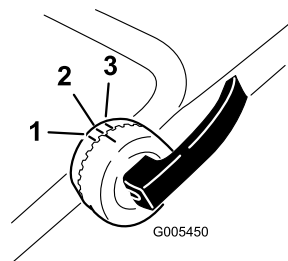

Рисунок 4
2. Разблокируйте замки верхней рукоятки, поверните верхнюю рукоятку вверх и заблокируйте ее в удобном для вас положении (Рисунок 4).
Примечание: Верхнюю рукоятку можно установить в одно из 3-х положений. Совместите метку с одной из 3-х меток на внутренней стороне фиксатора верхней рукоятки (Рисунок 4).